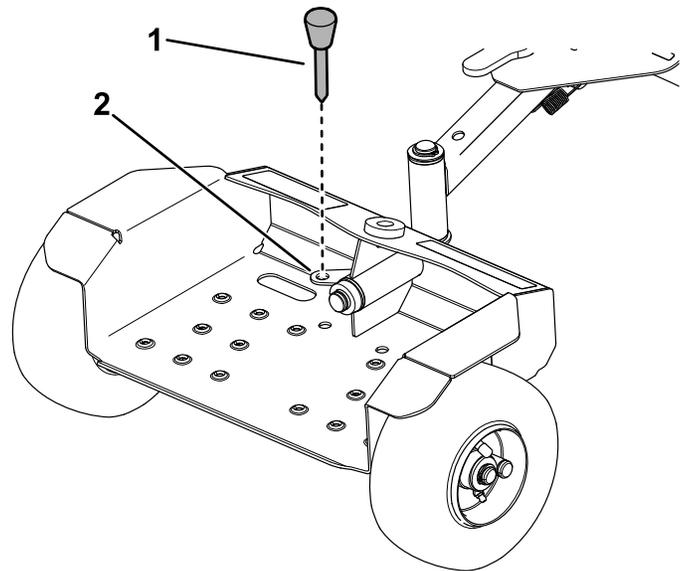

Figura 5
3. Guarde el pasador de transporte en la chapa del pasador que se muestra en la Figura 5.
6. Para bajar el patín, empújelo hacia delante, tire hacia atrás del enganche y use el asidero para bajar el patín. Retire el pasador de transporte y guárdelo en la chapa del pasador (Figura 5).